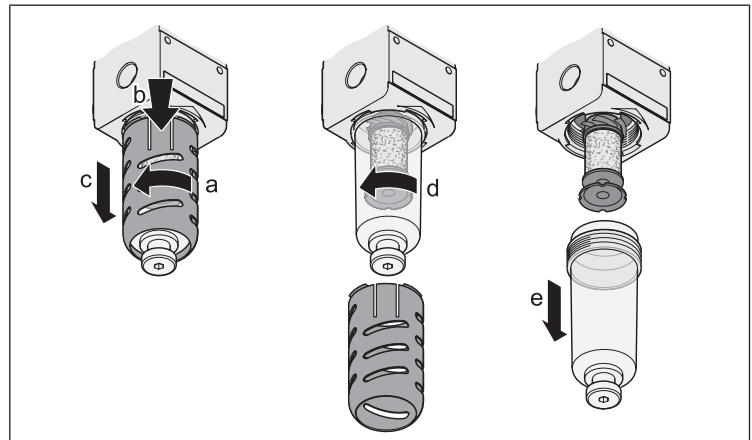
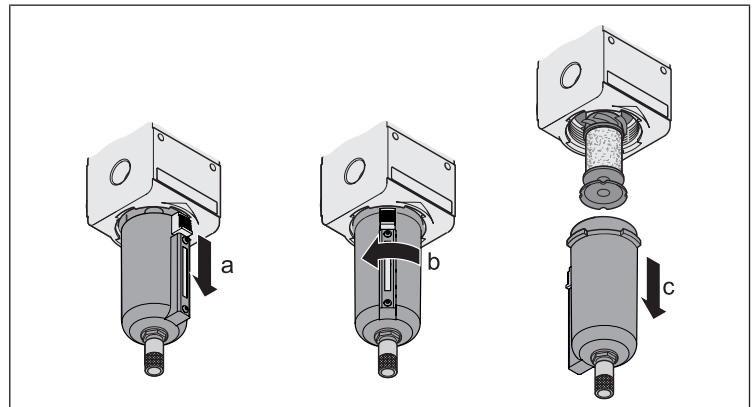

Fig. 4: Remplacement du capot de protection et de la cuve | Série NL2, NL4, NL6
Fig. 5: Remplacement du capot de protection et de la cuve | Série NL1, NL2, NL4, NL6
▶ Le cas échéant, dévisser le capot de protection (→ Fig. 4 a, b) puis le tirer vers le bas (→ Fig. 4c).
▶ Dévisser la cuve (→ Fig. 4d) du boîtier.	Tirer le déverrouillage (→ Fig. 5 a) vers le bas, faire tourner la cuve (→ Fig. 5 b) d'abord vers la gauche puis la retirer vers le bas (→ Fig. 5 c).
▶ Remonter la cuve et, le cas échéant, le capot de protection dans l'ordre inverse, comme indiqué sur l'illustration → Fig. 4.	Remonter la cuve dans l'ordre inverse, comme indiqué sur l'illustration → Fig. 5. Monter la cuve avec une inclinaison de 45° et la tourner vers la droite jusqu'à entendre le déverrouillage s'encliquer.